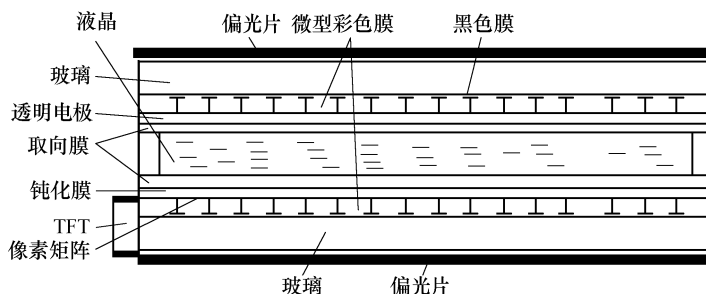

图 3-19 TFT-LCD 有源矩阵液晶屏结构
3) TFT 显示屏属于有源矩阵控制 (图 3-19 所示为 TFT-LCD 有源矩阵液晶屏结构)。由于每个像素都可以通过点脉冲直接控制，因而各个节点相对独立，并可连续控制，这样不仅提高了反应时间，同时在灰度控制上可以做到非常精确。当开关打开时，液晶分子就排列成允许背景光源透射出来的格局。投射出来的光线通过一个彩色的 RGB 滤光器加以处理，就能在屏幕上显示彩色。